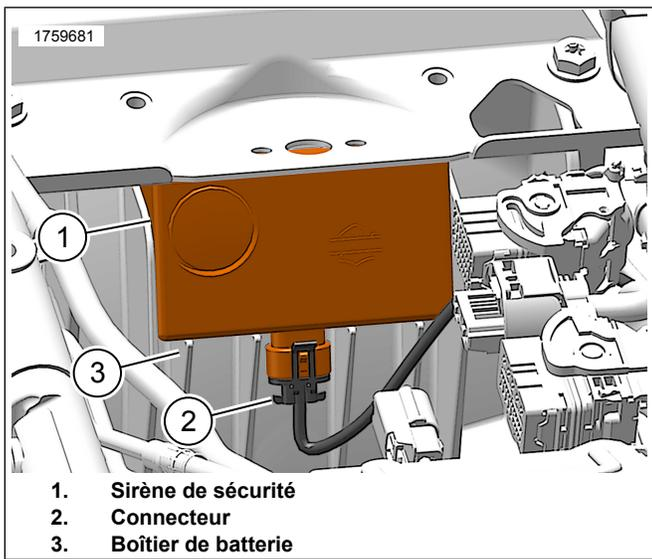

Figure 20. Sirène de sécurité (type)
9. Figure 20 Installer la sirène de sécurité.
- a. Placer la sirène de sécurité (1) sur les ailettes dans le boîtier de batterie (3).
- b. Connecter le connecteur (2).